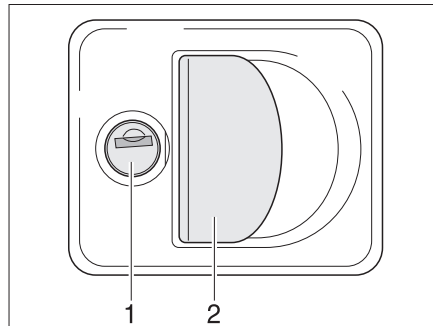

Fig. 42 Cerradura de la trampa con tirador concha
- Introducir la llave en el cilindro de cierre (Fig. 42,1) y girarla un cuarto de vuelta. La cerradura de la trampa está desbloqueada.
- Tirar del asidero de la cerradura (Fig. 42,2). La trampa exterior está abierta.